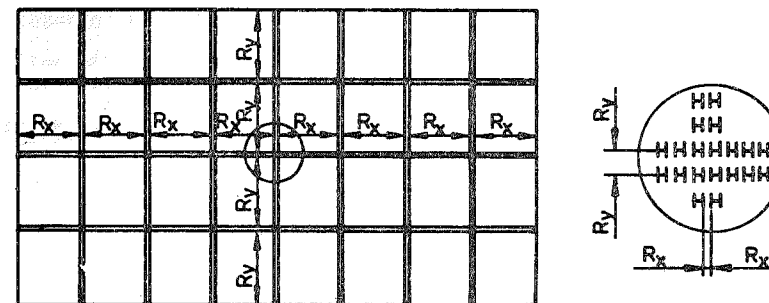
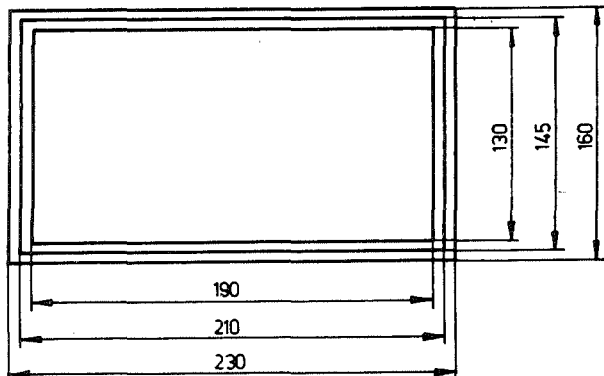
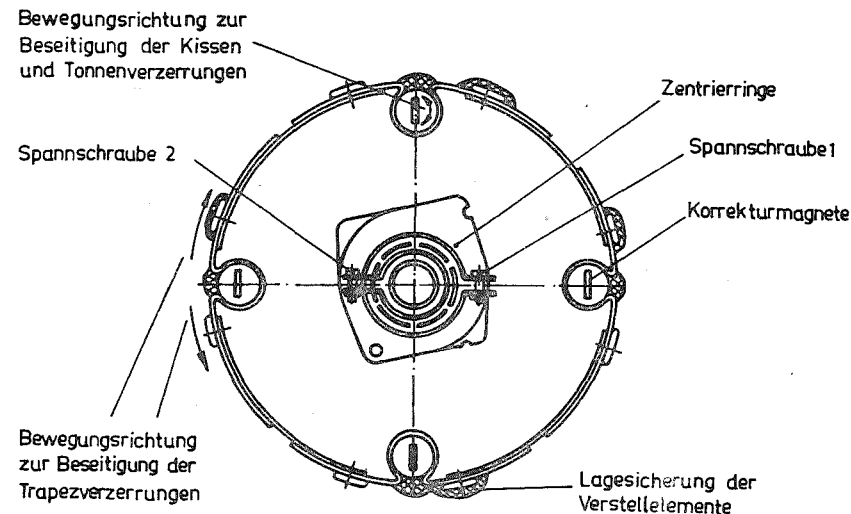

Bild 7: Testbild
Bild 8: Toleranzrahmen der Bildfeldbegrenzung
Bild 9: Korrekturerelemente der Ablenkeinheit
- Der Bildschirm wird mit dem Testbild nach Bild 7 (Abschnitt 5.3.4.1.) intensiv hell beschrieben (z.B. Eingangssignal INTENS an Stecker C9:5 an L legen).
Zur erfolgreichen Durchführung der Bildgeometriestellung ist es erforderlich, ein Testbild gemäß Bild 7 zu erzeugen und dieses mit dem Stahllineal auszumessen. Bild 8 gibt die Maße der Bildbegrenzung mit dem Toleranzfeld an.
- Ausmessung der horizontalen Teilungsabstände R_x mit einem Stahlmaß (siehe Bild 7 im Abschnitt 5.3.4.1.) Als Ergebnis der Einstellungen müssen folgende Maße erreicht werden:
Liegen die äußeren Bildfeldbegrenzungen des Testbildes durch tonnen- oder kissenförmige Verzerrungen außerhalb des Toleranzrahmens in Bild 8, ist durch Verdrehen der entsprechenden Magnete auf der Ablenkeinheit eine Korrektur möglich. Bild 9 zeigt die Lage aller Einstellelemente an der Ablenkeinheit.
Zur Beurteilung der Bildschärfe wird das Testbild nach Bild 7 verwendet.